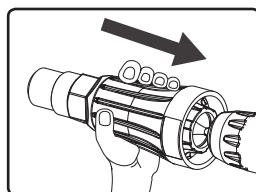

Fig 5
1. Install the adapter onto the power drill [Fig 5]
1. Montage de l'adaptateur sur la perceuse [Fig 5]
1. Instale el adaptador al taladro [Fig 5]